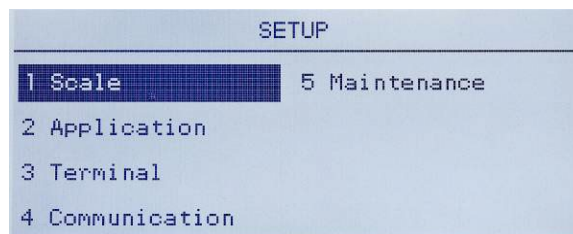

Abbildung 3-27: Setup-Menü – Zurücksetzen
1. Drücken Sie auf die MENÜ-Taste, und wählen Sie das Setup-Symbol . In Abbildung 3-27 ist die erste Seite des Setup-Menüs dargestellt, wobei die fünf Hauptzweige angezeigt sind.